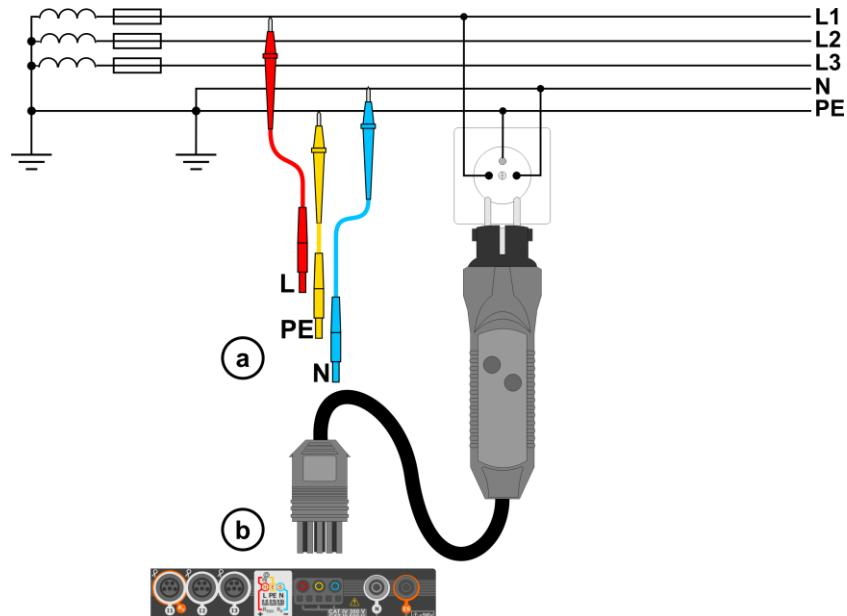
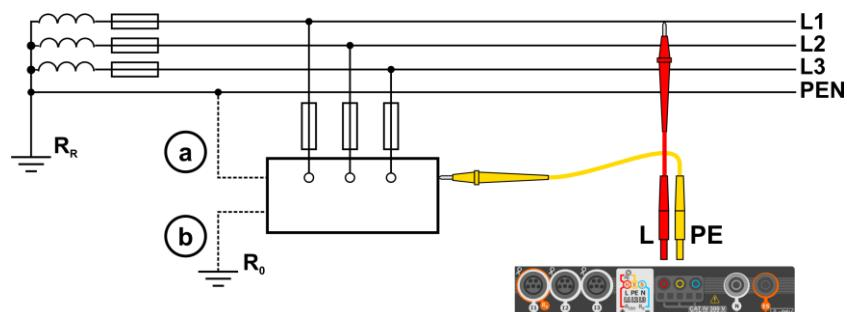

Рис. 3.1 Измерение в цепи L-PE
Рис. 3.2 Проверка эффективности защиты от поражения током на корпусе устройства
- ① Подключить измерительные провода согласно Рис. 3.1 или Рис. 3.2.